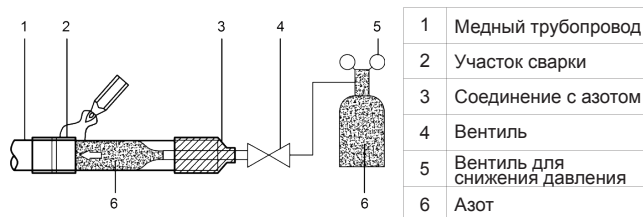

Рисунок 4.3.
- Когда во время сварки труба заполнена азотом, давление азота необходимо снизить до 0,02 МПа с помощью вентиля для снижения давления (см. рис. 4.3).